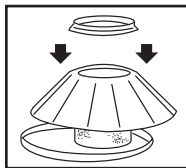

FIGURE 5
13. Centrez le filtre sec réutilisable sur le support de couvercle **FIGURE 5**.